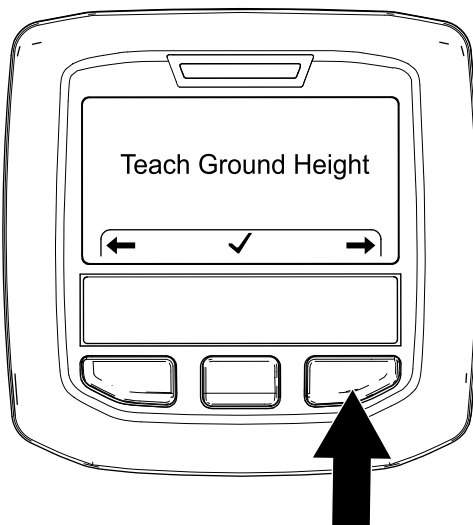

Figura 46
2. Apăsai butonul InfoCenter din dreapta de două ori pentru a afia ecranul Calibrating the Tine Ground Height (Calibrare înălțime la sol dințe) (Figura 46).